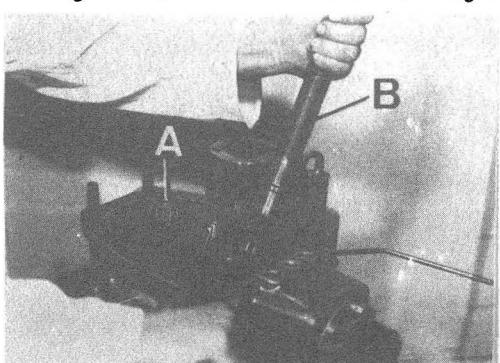
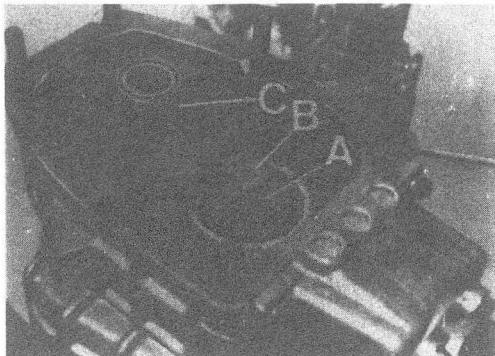

Fig. C1-90 Desmontaje eje primario
Fig. C1-91 Caja de velocidades
1.3. Desplazar hacia arriba y a un lado el eje intermedio, A (Fig. C1-90) y extraer el eje primario, B, observando que el cojinete de rodillos, A (Fig. C1-91) permanece alojado en el extremo del eje principal, B.
- 2.1. Montar el eje primario, B (Fig. C1-90) de forma similar o su desmontaje, comprobando que queda perfectamente alojado y que gira sin interferencias.